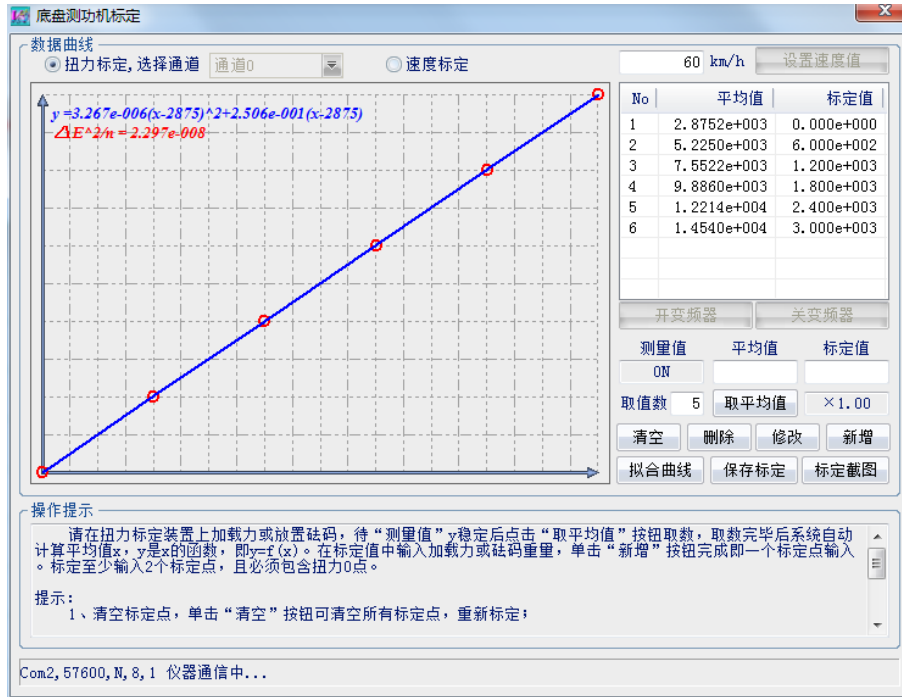

图 3.5
能够实时显示相应的数据，编辑框下面是曲线绘制区，能够实时显示扭力、速度、功率曲线。界面右侧一系列按钮主要是系统标定、基本惯量测试、内损功率测试、加载响应测试、恒功控制、变功控制以及一些其它测试项目。在进行测试前，系统首先会自动测试通信，如果通信失败，则弹出串口参数设置对话框，如图 3.5 所示。
- B. 计算机启动后，进入“FVET”，点击“系统标定”进入标定界面，在标定界面中选择“扭力标定”，系统标定界面如见图 3.5。